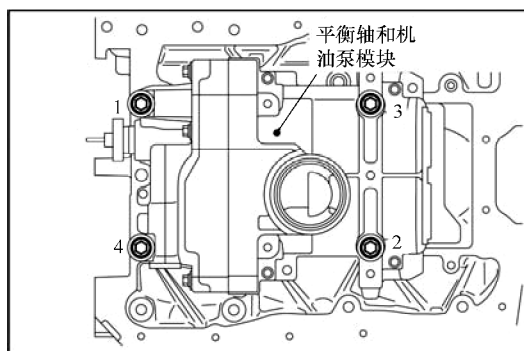

图 9-18 螺栓拧紧顺序
6) 按照图 9-18 所示的编号顺序将平衡轴和机油泵模块的固定螺栓拧紧至规定力矩 ( $20\text{N} \cdot \text{m}$ )。